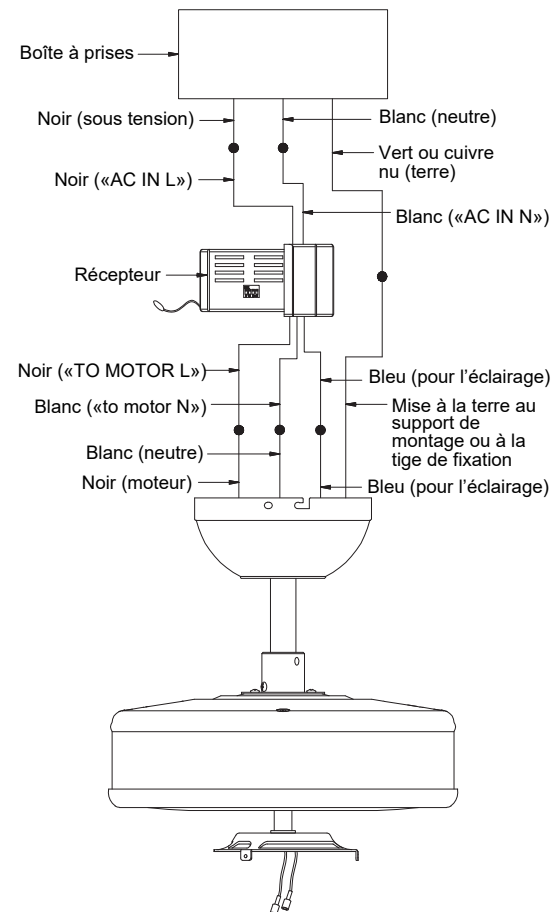

Fig. 14
Étape 2. Connexions électriques entre le moteur et le récepteur : (**Fig. 14**) Connectez le fil NOIR du ventilateur au fil noir marqué "TO MOTOR L" du récepteur. Connectez le fil blanc du ventilateur au fil blanc marqué "TO MOTOR N" du récepteur. Connectez le fil bleu du ventilateur au fil bleu marqué pour l'éclairage "FOR LIGHT" du récepteur. Sécurisez toutes les connexions de fils avec les serre-fils en plastique (fournis).
Étape 3. (Fig. 14) Connexions entre récepteur et fils d'alimentation du domicile : Connectez le fil noir (sous tension) du plafond au fil noir marqué "AC in L" du récepteur. Connectez le fil blanc (neutre) du plafond au fil blanc marqué "AC IN N" du récepteur. Sécurisez les connexions de fils avec les connecteurs en plastique (fournis).
Étape 4. (Fig.14) Si la boîte à prises a un fil de masse (vert ou cuivre nu), le connecter aux fils de mise à la terre du ventilateur : en l'absence de ce fil, connecter le fil de mise à la terre du ventilateur au support de montage. Sécurisez la connexion du fil avec l'écrou en plastique (fourni). Après avoir connecté les fils, séparez-les de sorte que les fils verts et blancs se trouvent sur un côté de la boîte à prises et les fils noirs et bleus de l'autre côté. Introduisez prudemment les raccordements des fils dans la boîte à prises.